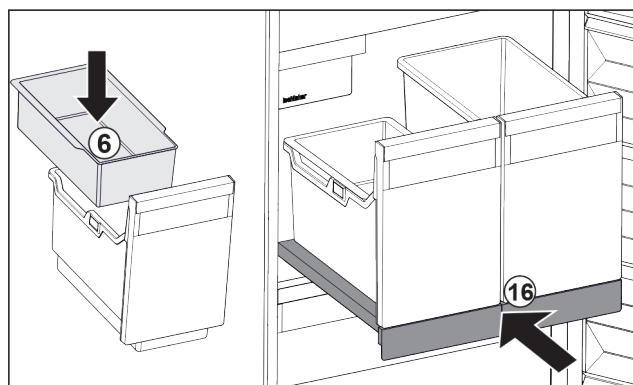

Fig. 40
- ▶ Поставете окачващата се поставка Fig. 40 (6) за ледени кубчета.
- ▶ Вкарайте изтеглящата се дъска със съдовете (IceTower). Fig. 40 (16)